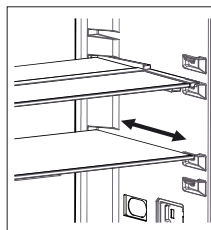

рис. 1
Поднимите переднюю часть полки (1) и двигайте вверх или вниз регулируемую дверную полку (2) обеими руками (Рис. 1)